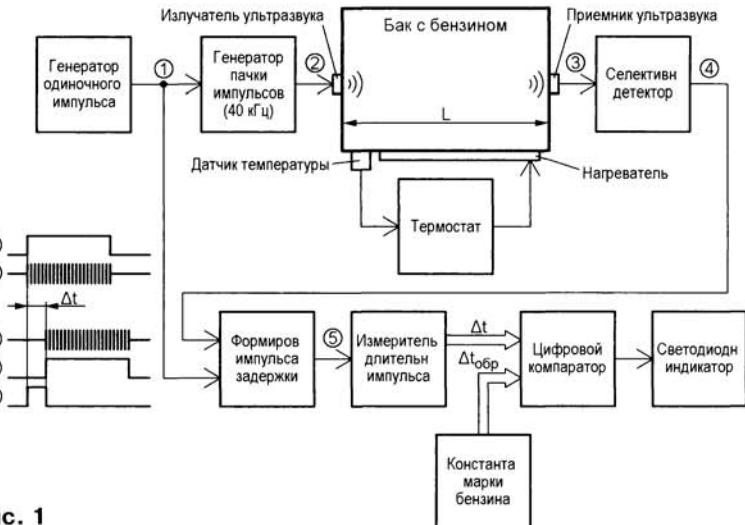

Рис. 1
Блок-схема ультразвукового октаномера показана на рис. 1. На выходе генератора одиночного импульса формируется импульс (1), который передатчик переносит на резонансную частоту излучателя ультразвука (2). У наиболее распространённых ныне выпус-